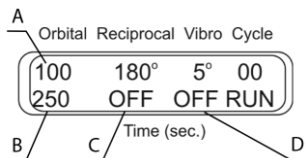

Рисунок 4
- 6.9.1 **3D-орбитальное движение** (рисунок 4). Самый популярный вид движения для данных шейкеров. Установите скорость (**A**, 1–100 об/мин) и время (**B**, 1–250 с) 3D-орбитального движения. Выключите 3D-покачивание, установив время на ноль (**C**, индикация OFF). Выключите 3D-вибро-движение, установив время на ноль (**D**, индикация OFF). На рисунке 5 показано 3D-орбитальное движение, выполняемое в циклах.